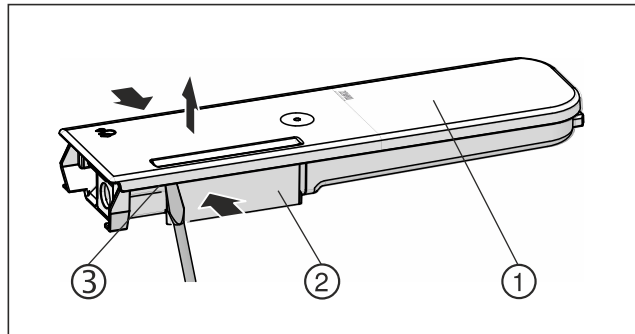

Fig. 146
- ▶ Wasserbehälter Fig. 146 (2) zusammendrücken und Deckel Fig. 146 (1) vorsichtig über die Rastnasen Fig. 146 (3) hebeln und hochziehen.
- ▶ Deckel Fig. 146 (1) leicht hin- und herbewegen und nach oben entnehmen.